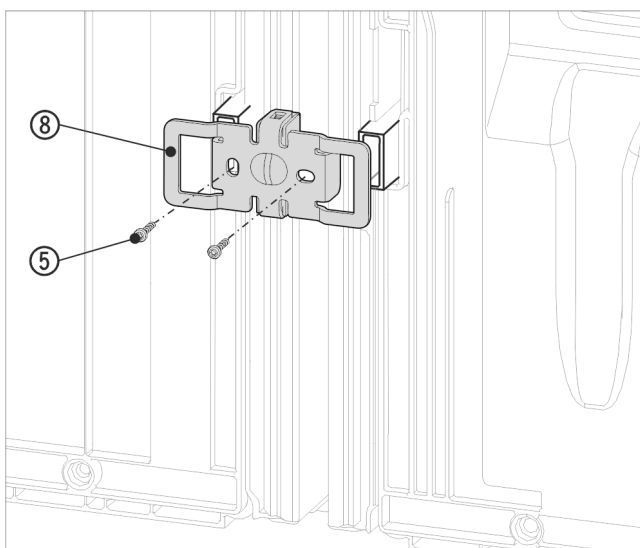

Fig. 18 Illustrationen är ett exempel
- ▶ Tryck fast vinkeln Fig. 18 (8) med uttagen över intaget för väggdistansen.
- ▶ Dra åt med två skruvar Fig. 18 (5).